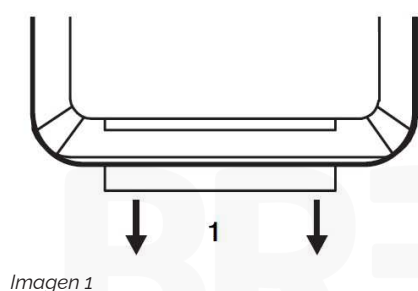

Imagen 1
- 1. Antes del uso:** Retire la lámina aislante de plástico del control remoto siguiendo la dirección de la flecha para poder utilizarlo (ver imagen 1).